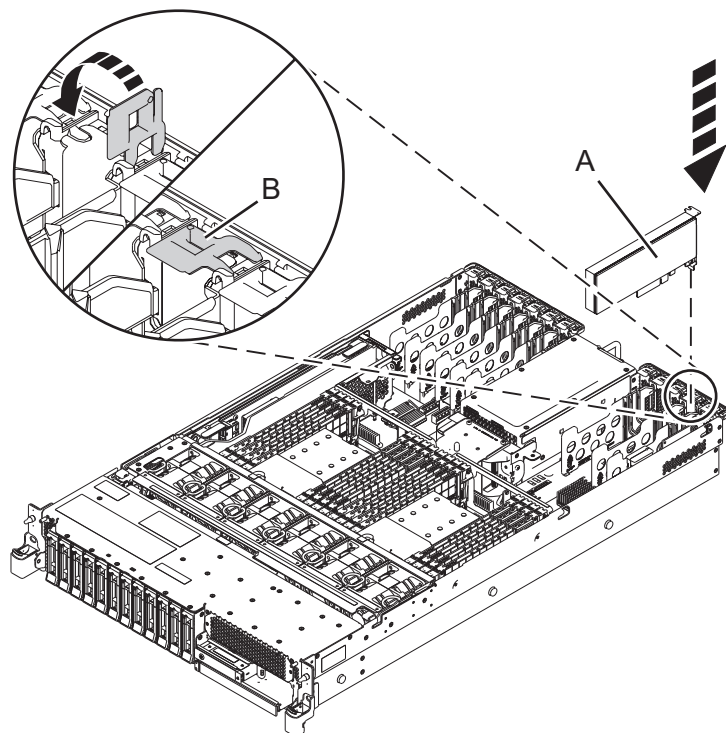

Abbildung 17. PCIe-Adapter im System vom Typ 5148-21L, 5148-22L, 8247-21L, 8247-22L, 8284-21A oder 8284-22A installieren oder austauschen
5. Wenn die Adaptersicherung (B) des Zielsteckplatzes nicht bereits geöffnet ist, ziehen Sie die Adaptersicherung in die geöffnete Position, indem Sie sie von ihrem Clip an der Systemrückseite nach außen drehen - siehe Darstellung in Abb. 17.
6. Fassen Sie den Adapter vorsichtig an der Oberkante oder am Haltesteg an und richten Sie den Adapter an dem Steckplatz und dem zugehörigen Anschluss an der Systemrückwandplatine (A) aus, siehe Darstellung in Abb. 17.
8. Drehen Sie zum Verriegeln des Adapters im Steckplatz die Adaptersicherung (B) in die abgebildete Richtung in Abb. 17.